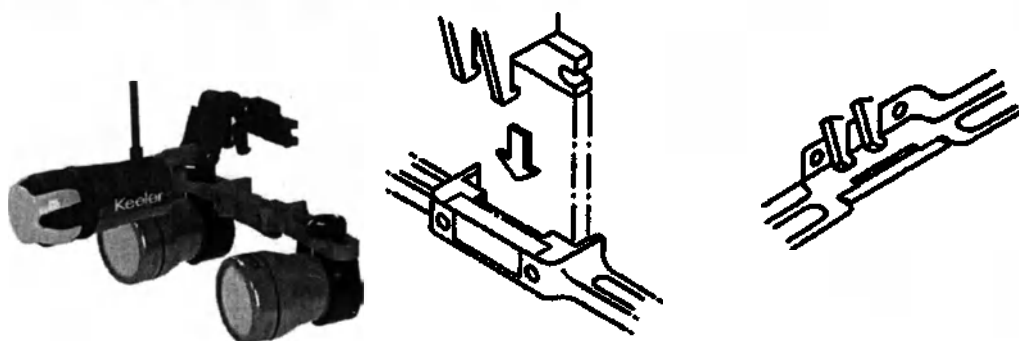

Рис. 17
2) Присоедините осветитель для луп K-LED к стержню для регулирования расстояния. Убедитесь, что осветитель для луп K-LED правильно установлен и надежно закреплен в своем положении, как это показано на рис. 17.